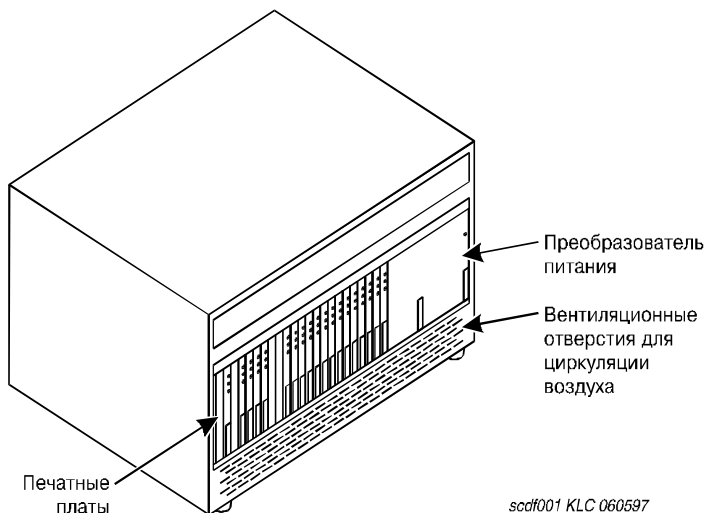

Рис. 7. Типичный однополочный статив
Для создания одной сети портов (PN) вплоть до 4-х однополочных стativeов (SCC) могут быть установлены один на другой, образуя блок. Система G3V4 si поддерживает три блока стativeов, формирующих до 3-х сетей портов. См. Рис. 7, "Типичный однополочный стative".